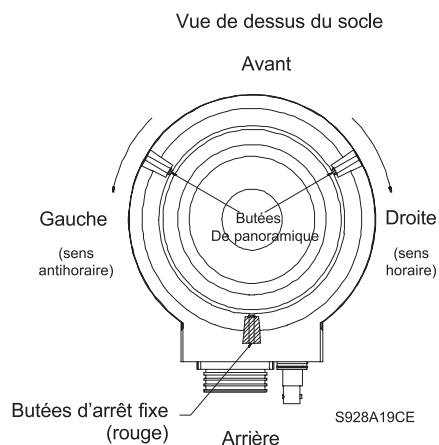

Figure 3 - Emplacement des butées de balayage horizontal (modèles 345°)
Les deux (2) butées de balayage horizontal sont réglables et se fixent à l'aide d'une vis de blocage. Ces vis sont accessibles via l'orifice situé à l'extrémité de chaque butée. Utilisez la clé Allen 3/32" fournie pour desserrer et resserrer la vis de blocage (voir **Figure 3**).